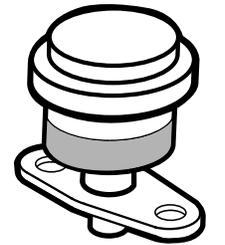

Figura 34
Revise el filtro del limpiador de aire primario únicamente cuando el indicador de mantenimiento (Figura 34) lo requiera. El cambiar el filtro antes de que sea necesario sólo aumenta la posibilidad de que entre suciedad en el motor al retirar el filtro.
1. Compruebe el indicador de obstrucción del filtro. Si el indicador se ve rojo, es necesario cambiar el filtro de aire (Figura 34).